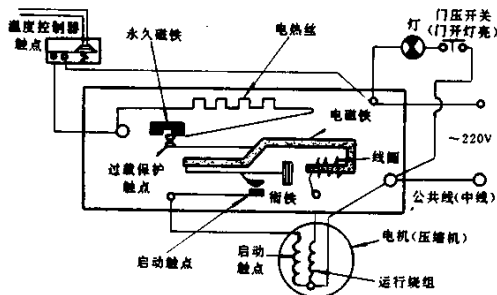

图 2-4-27 启动继电器的工作原理
(1) 供电不良：从原理电路图 2-4-27 可知，该类温控器的供电是用 220V 交流电（即市电），经整流滤波后再经稳压二极管稳压而实现的。这部分电路一旦发生故障，温控器则会失去温控作用。检修时，可按一般检修电子电路的常规方法进行，先检查电源变压器的初级与次级线圈有无短路、断线和松脱，然后检查稳压二极管和桥式电路等。
(2) 继电器误动或不动作：主要原因是平衡电桥损坏，检修时用万用表的欧姆档检测各电阻有无损坏变质，特别是注意热敏电阻 R_1 的检查，查出故障元件，更换即可。
(3) 其它控制元件损坏：其它元件，如三极管和继电器等损坏，都会使温控器不能工作。用万用表检查，很容易查出其故障。
护，其电路如图 2-4-27 所示。其工作过程如下：